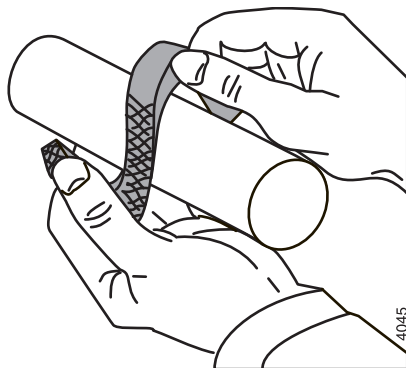

Bild 21: Vrid isär tätningsringarna axiellt.
- Vrid isär tätningsringarna axiellt. Se bild 21.